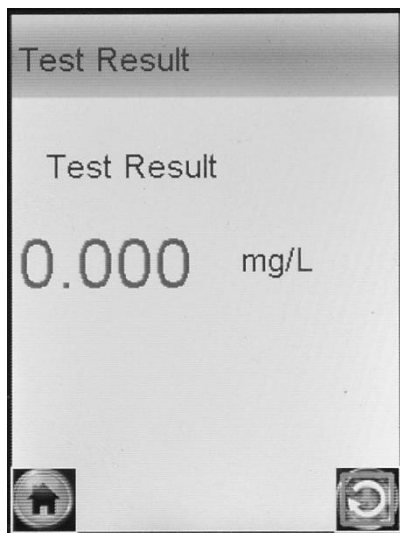

Рисунок 12 – Предьявление результата измерения
2.7.10 После того как проба воздуха отобрана, и произведен анализ, на дисплее предьявляется результат измерения массовой концентрации паров этанола (алкоголя) в отобранной пробе выдыхаемого воздуха: числовое значение и обозначение единицы измерения «mg/L» (рисунок 12).